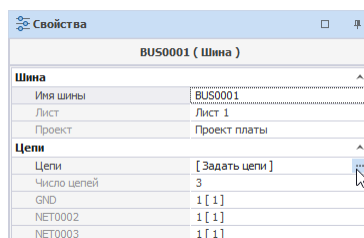

Рис. 117 Окно редактирования списка цепей, входящих в шину
- Из пункта «Цепи» на панели «Свойства». Для этого необходимо нажать на кнопку ***, см. Рис. 117.